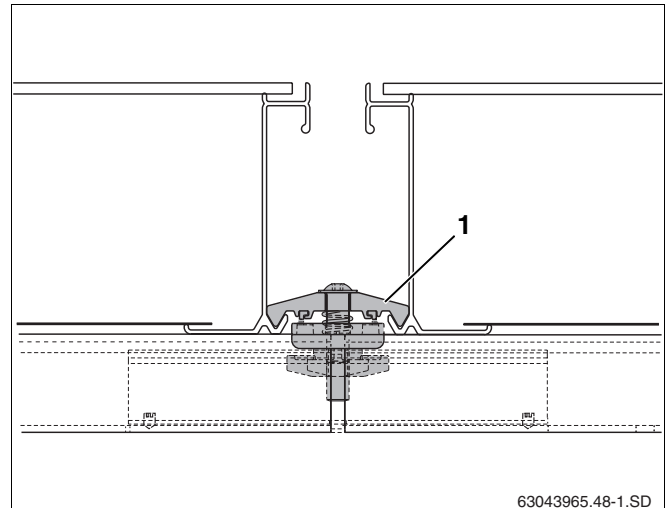

Fig. 48 Tensor de colector bilateral entre dois colectores
O dispositivo retentor (fig. 48, **item 1**) do tensor do colector agarra agora os bordos inferiores do colector.